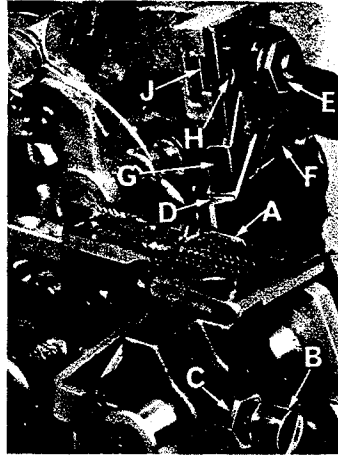

Fig. 13
Montiere den Untermesserhalter. Das Untermesser (A, Fig. 13) muß so eingestellt werden, daß seine Schneidkante mit der Oberfläche der Stichplatte eben ist. Die Einstellungen werden mittels Sechskantschraube, mit welcher das Untermesser befestigt ist, durchgeführt. Das Untermesser wird mit Federdruck gegen das Obermesser gepreßt, so daß eine seitliche Einstellung beim Verändern der Nahtbreite nicht erforderlich ist.
Setze den kompletten Obermesserhalter ein. Prätze das Obermesser (D, Fig. 13) durch Anziehen der Mutter (E) fest, die Obermesserpratze (F) muß dabei soweit wie möglich im Uhrzeigersinn gegen das Obermesser gedrückt werden. In der untersten Stellung seiner Bewegung darf die vordere Schneidkante des Obermessers nicht weniger als $1/64'' = 0,4$ mm unterhalb der Schneidkante des Untermessers stehen. Der Kettenschuh (G) muß von der Schneidkante des Obermessers leicht zurückgesetzt sein.
Replace lower knife holder assembly. Lower knife (A, Fig. 13) should be set with cutting edge flush with throat plate surface. Adjustments are made with hexagonal head screw which holds lower knife. Lower knife is spring pressed against upper knife, so no lateral adjustment is necessary when width of trim is changed.
Replace upper knife assembly. Clamp upper knife (D, Fig. 13) in position, setting nut (E) to hold clamp (F) in its most clockwise position against upper knife. At bottom of its stroke, front cutting edge of upper knife should extend not less than $1/64'' = 0,4$ mm below cutting edge of lower knife. The chain guard (G) should be set down against the upper knife and slightly back from the cutting edge.